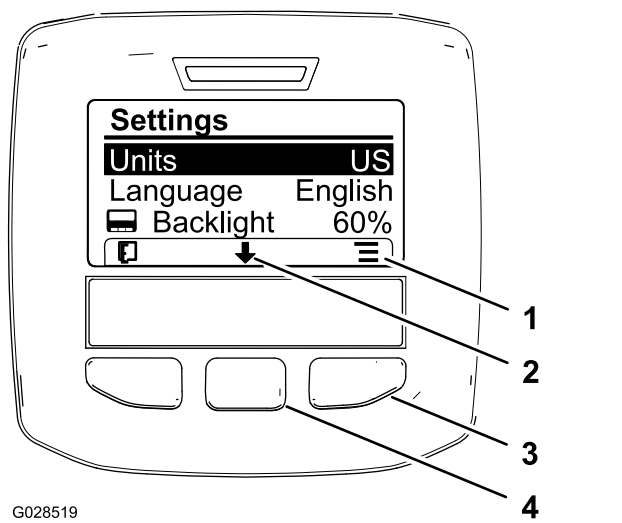

Рисунок 62
2. Чтобы изменить перечисленные на экране единицы измерения, нажмите правую кнопку выбора (Рисунок 62).
3. Чтобы изменить язык сообщений на дисплее, нажмите среднюю кнопку выбора (кнопка под значком «стрелка вниз» на дисплее), чтобы перевести выбранную позицию на Language (Язык) (Рисунок 62).
4. Нажмите правую кнопку выбора (кнопка под значком списка на дисплее), чтобы выделить из перечня языков тот, что будет использоваться для сообщений на дисплее (Рисунок 62).
6. Нажмите левую кнопку выбора для возврата на главную страницу (Рисунок 62).